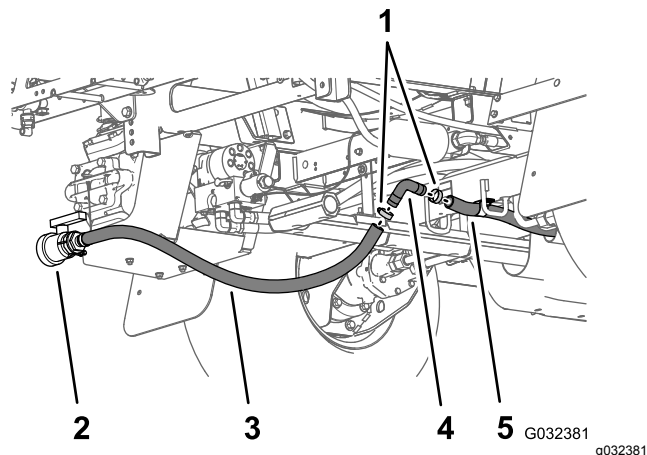
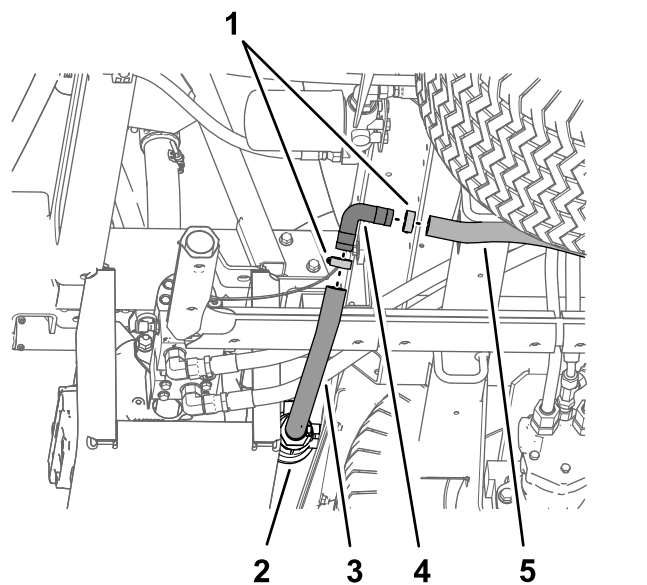

Figure 46
Figure 47
- Insérez le raccord cannelé à 90° que vous avez retiré à l'opération 3 dans le flexible de vanne de vidange et le flexible de vidange du réservoir arrière (Figure 46 et Figure 47).
- Fixez le raccord cannelé à 90° et les flexibles de vidange à l'aide des 2 colliers que vous avez retirés à l'opération 2 (Figure 46 et Figure 47).